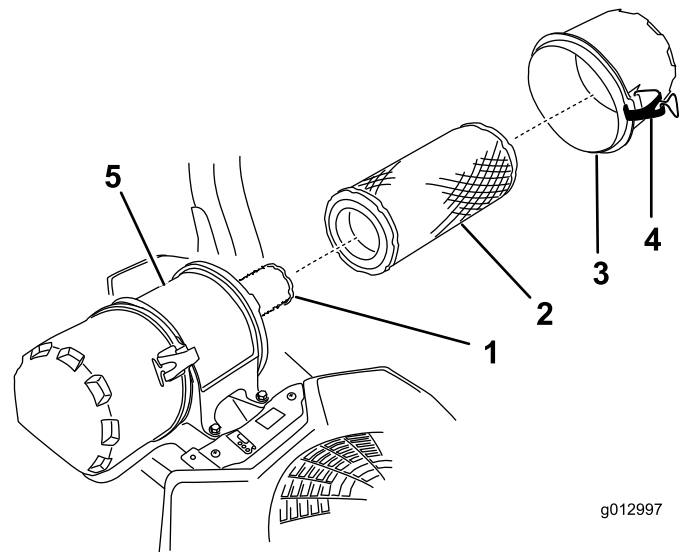

Figure 61
6. Ouvrez les dispositifs de verrouillage du filtre à air et détachez le couvercle du boîtier du filtre (Figure 61).
8. Sortez le préfiltre du boîtier du filtre avec précaution (Figure 61).
2. Si vous remplacez l'élément intérieur, insérez-le avec précaution dans le boîtier du filtre (Figure 61).
3. Placez ensuite le préfiltre sur l'élément de sécurité avec le même soin (Figure 61).
4. Remettez en place et verrouillez le couvercle du filtre à air (Figure 61).